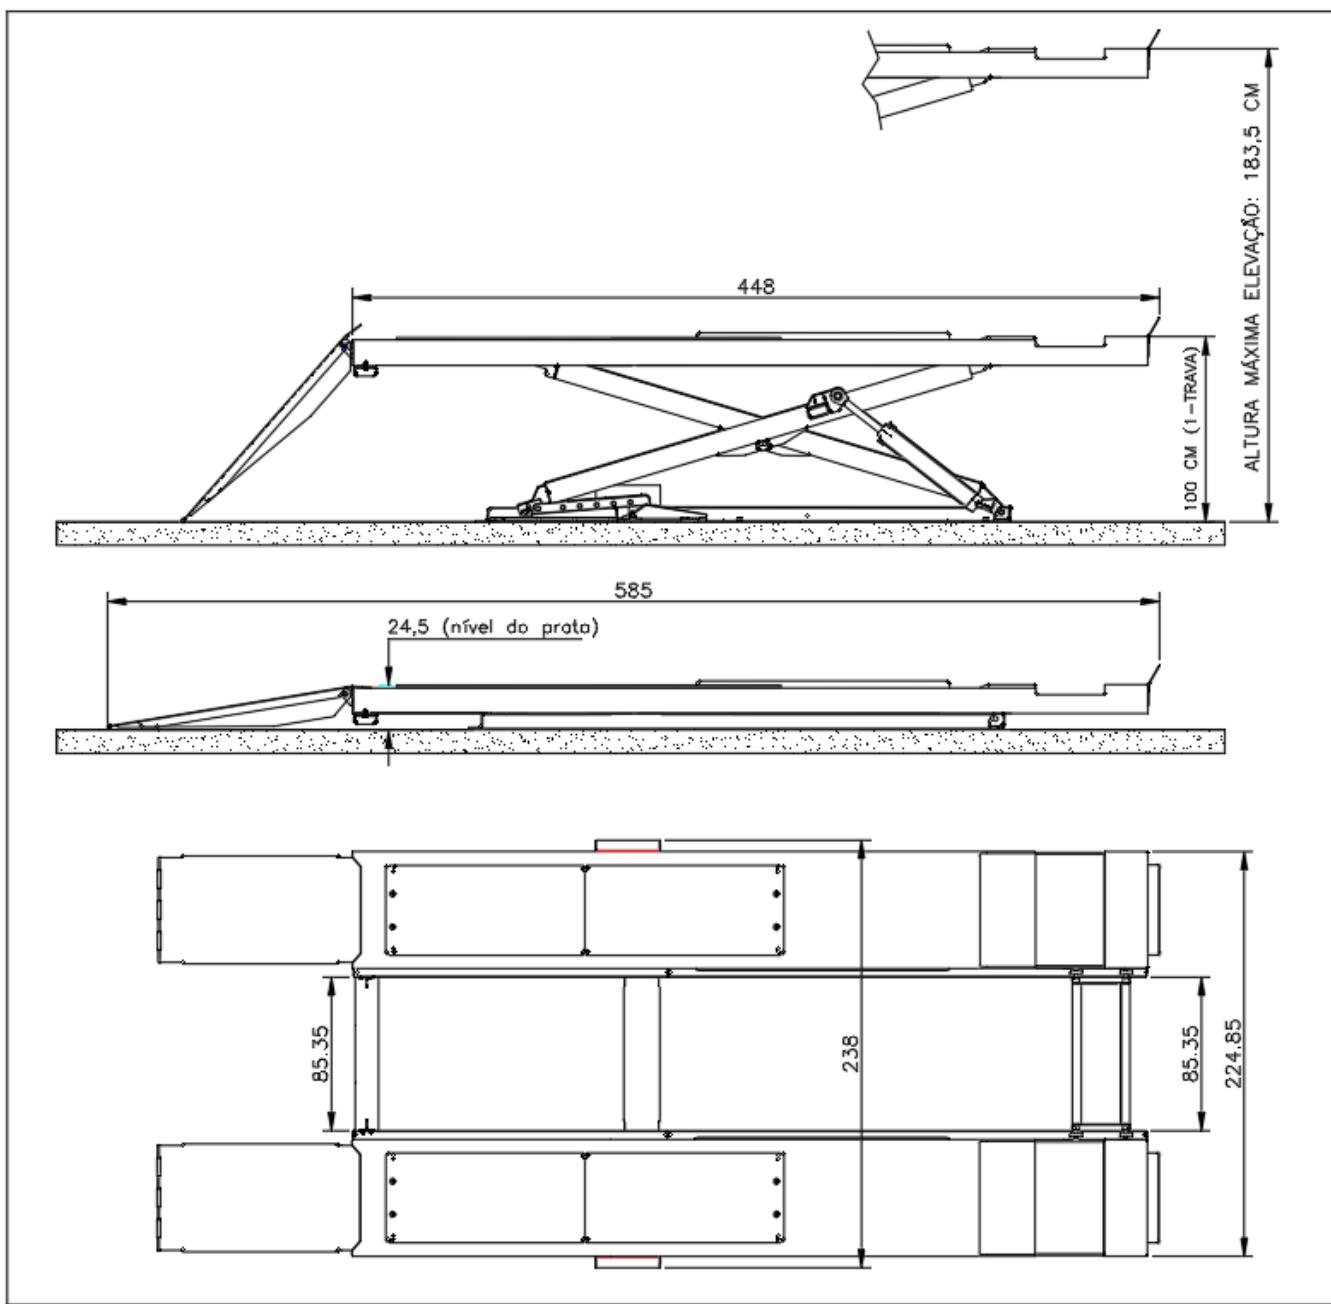

Figura 1: Dimensões da rampa
2. Corte e remova as cintas plásticas em torno dos conjuntos principais e posicione as bases dos conjuntos principais esquerdo e direito faceando a linha "3" no local previamente marcado na baia. Ver figura 1 para identificar os conjuntos principais;